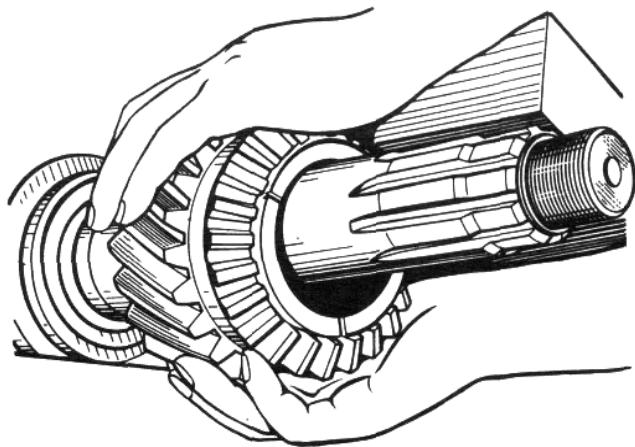

Рис. 15. Снятие шестерни привода
23. Снять шестерню привода заднего моста (рис. 15) и стопорное кольцо 83 (см. рис. 9) внутренней обоймы среднего подшипника.